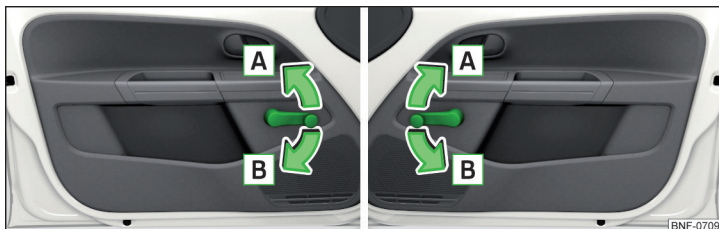

Fig. 35 Operarea geamului: stânga/dreapta
- ▶ Pentru **deschidere**, rotiți macaraua în sensul săgeții **A** » fig. 35.